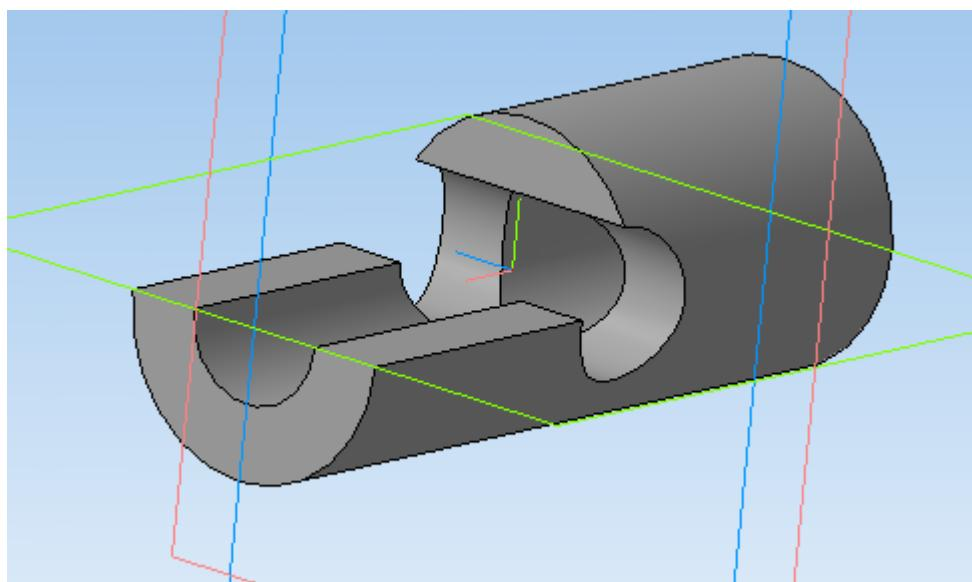

Рис. 28
24. Нажимаете «**Создать объект**» и у Вас должна получиться заданная деталь (рис. 28).